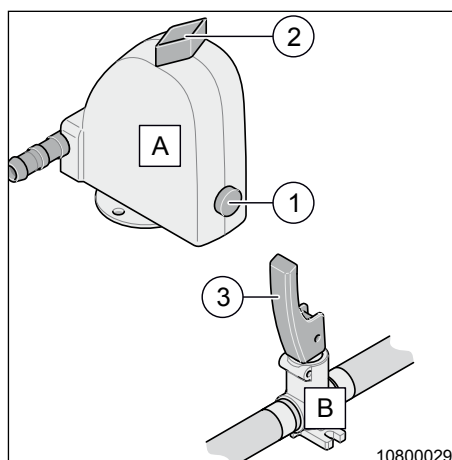

Fig. 61 Robinet de vidange du chauffe-eau
→ Positionner le culbuteur (Fig. 61, pos. 3) du robinet de vidange (Fig. 61, pos. B) uniquement verticalement ou horizontalement. Ne pas le tourner ! Le fait de tordre le culbuteur risque d'endommager le robinet de vidange et va le rendre non étanche.
1. Positionner la manette bleue (Fig. 61, pos. 2) sur le robinet de vidange (Fig. 61, pos. A) transversalement.
2. Appuyer sur la touche (Fig. 61, pos. 1) et la verrouiller simultanément (Fig. 61, pos. 2).
3. Fermer le robinet de vidange (Fig. 61, pos. B). Pour cela, placer le levier à bascule (Fig. 61, pos. 3) horizontalement.
6. Ouvrir le robinet de décharge (Fig. 61, pos. A). Pour cela, placer la manette (Fig. 61, pos. 2) en position longitudinale.
7. Ouvrir le robinet de décharge (Fig. 61, pos. B). Pour cela, placer le levier à bascule (Fig. 61, pos. 3) verticalement.